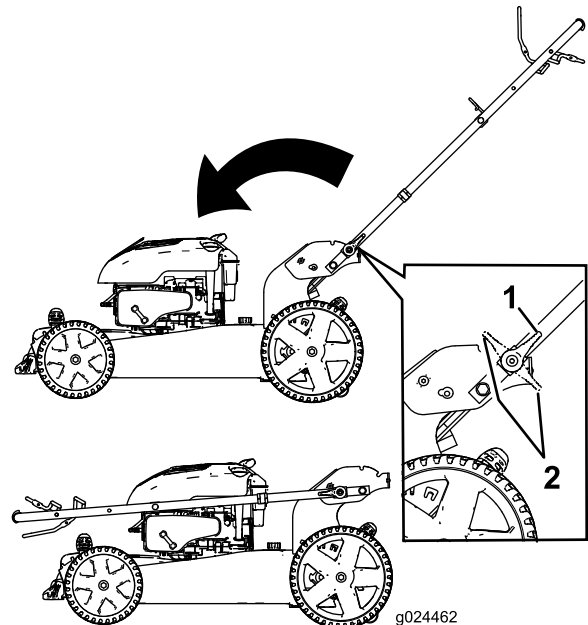

Figure 18
3. Ouvrez les verrous (Figure 18).
4. Rabattez le guidon complètement en avant (Figure 18).